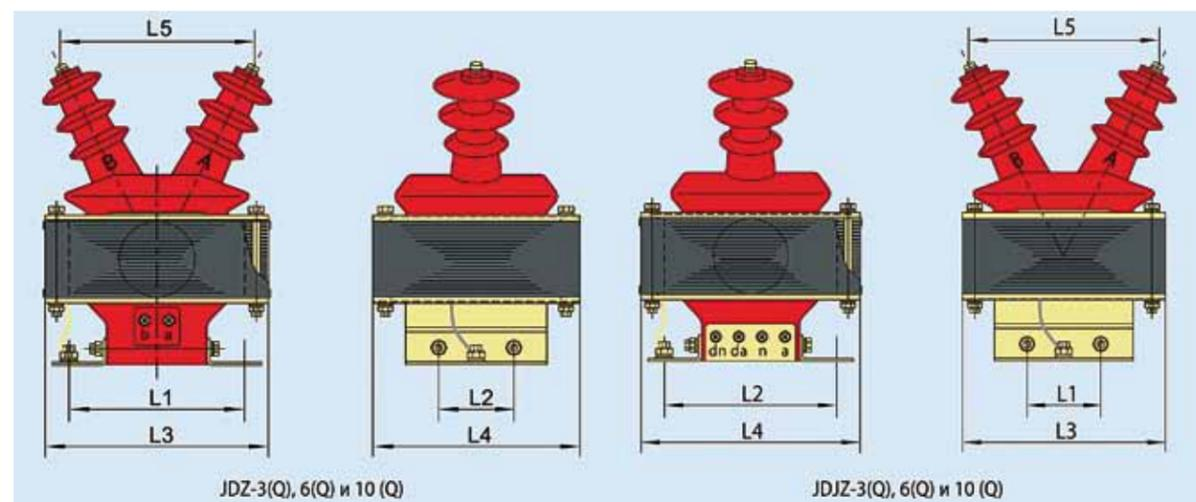

Рис. 6.1 Внешний вид и размеры
6. Внешний вид и размеры (см. рис. 6.1)